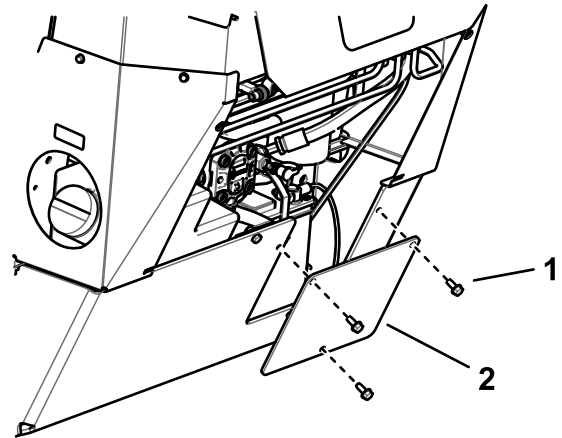

Figura 37
- Instale el panel de acceso de la batería (Figura 37).